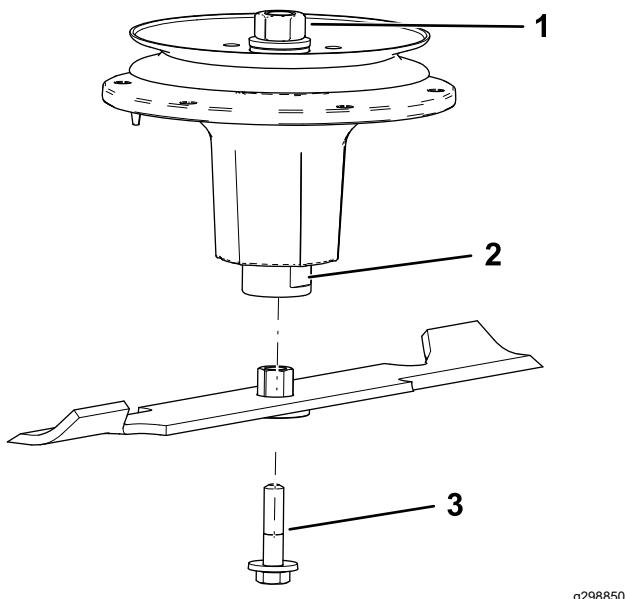

Figura 122
- Instale o conjunto do casquilho/lâmina no eixo (Figura 122).